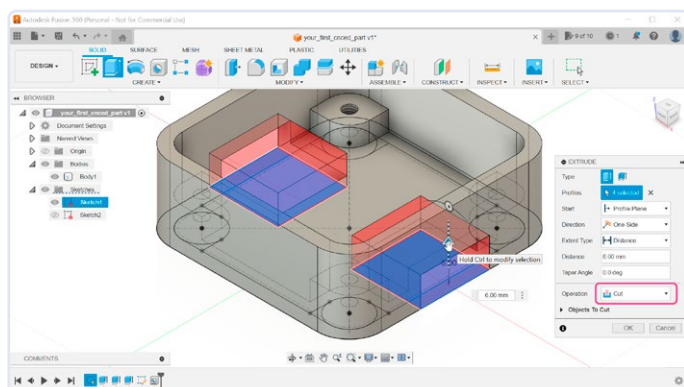

Figure 18. Extrusion des deux ouvertures.
18. Tournez la vue 3D pour voir le fond de notre boîtier. Sélectionnez l'outil **Extrude** (figure 18) et sélectionnez ensuite les nouveaux rectangles que vous venez de créer. Entrez une distance de 6 mm pour correspondre à la hauteur des supports. **Operation** devrait être automatiquement changé en **Cut**.